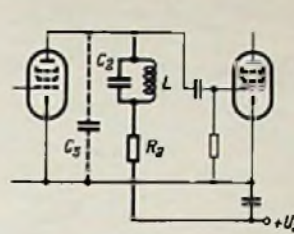

Bild 4. Anhebung der oberen Grenzfrequenz durch L und C2. Prinzipschaltbild. Bemessung siehe (14)
**3. Bemessung der Schaltungen Bild 4 und Bild 5**
Für die Schaltung Bild 4 ist zu wählen: